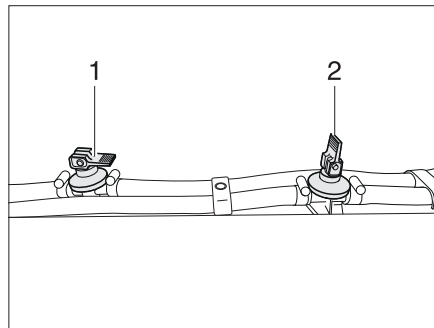

Bild 246 Ablasshahn
- Alle Ablasshähne schließen. Dazu den Kipphebel (im Bild 246,1) waagrecht stellen.